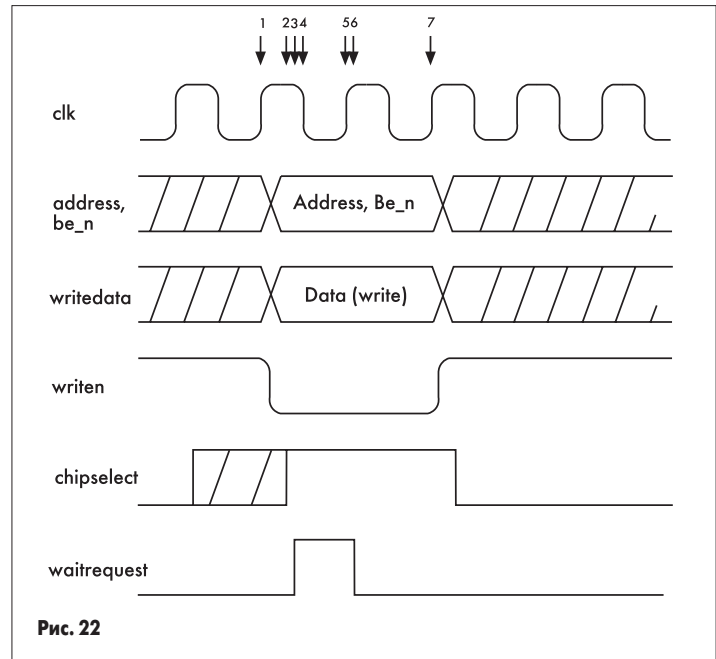

Рис. 22
* Пример показывает запись данных в синхронное периферийное устройство (см. рис. 22).